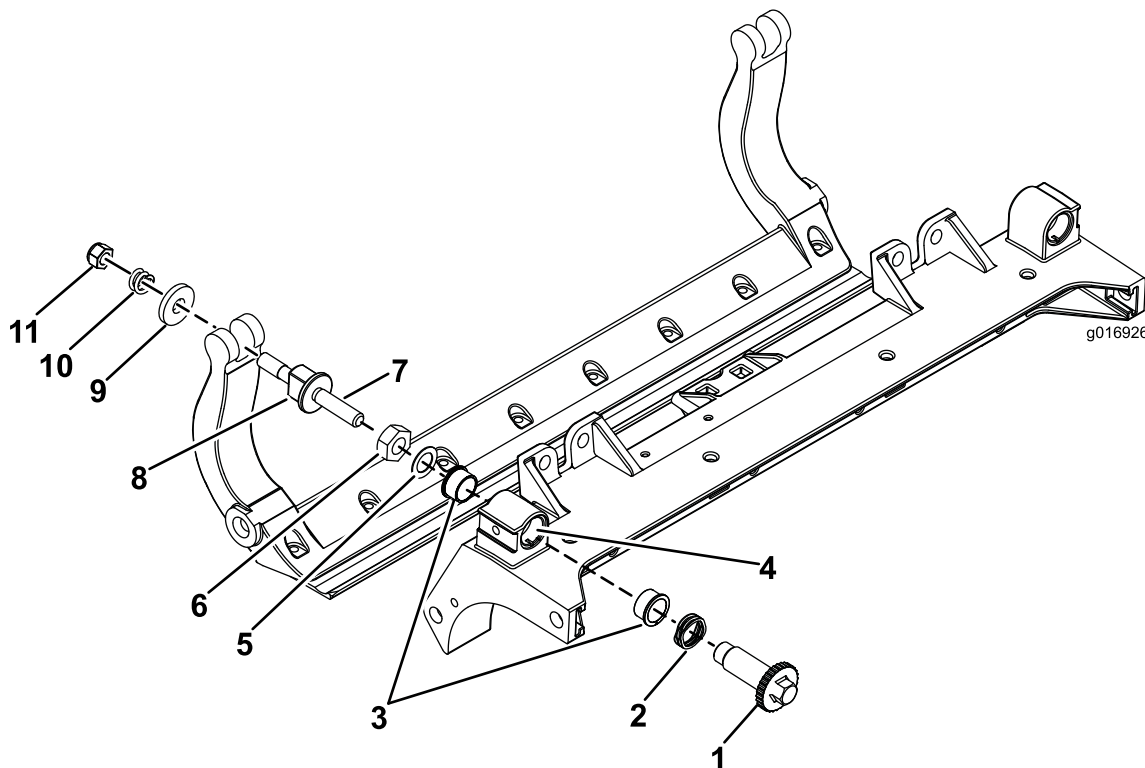

Bild 37
1. Entfernen Sie alle Teile (siehe *Installationsanleitung* für das HD-DPA-Kit und Bild 37).
2. Tragen Sie ein Gleitmittel innen im Büchsenbereich am mittleren Schneideinheitsrahmen auf (Bild 37).
3. Fluchten Sie die Keile an den Flanschbüchsen mit den Schlitten im Rahmen aus und setzen Sie die Büchsen ein (Bild 37).
4. Legen Sie eine Wellenscheibe auf die Einstellerwelle und schieben Sie die Einstellerwelle auf die Flanschbüchsen im Rahmen der Schneideinheit (Bild 37).
5. Befestigen Sie die Einstellerwelle mit einer Flachscheibe und einer Sicherungsmutter (Bild 37).
12. Legen Sie eine Stahlscheibe außen auf jede Nylonscheibe (Bild 37).
Hinweis: Die Scheiben innen können einen Abstand aufweisen (Bild 37).
15. Ziehen Sie die Mutter an jedem Untermesserträgereinsteller an, bis die Druckfeder ganz zusammengedrückt ist, lösen Sie die Mutter dann um eine halbe Umdrehung (Bild 37).